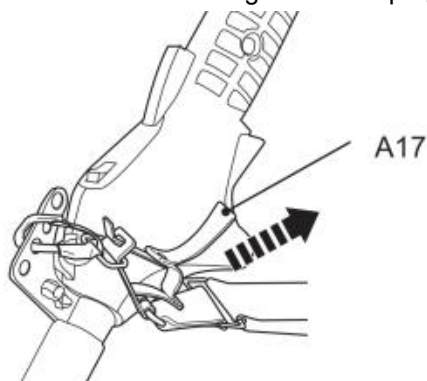

Fig. 34
5. Vid nödfall, håll i det främre handtaget (A27) med vänster hand och använd höger hand för att dra i repet (A17) (Bild 34). Metalllåsstängen kommer att lossna automatiskt från säkringsklämman på grund av produktens vikt.